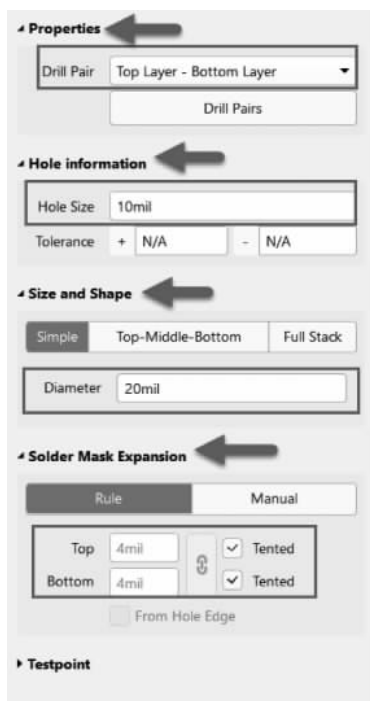

图 3-29 过孔属性编辑面板
(1) 执行菜单栏中“放置”→“过孔”命令,或者单击工具栏中的“放置过孔”按钮 , 光标变成十字形状并带有一个过孔图标。
(2) 将光标移到要放置过孔的位置,单击鼠标即可放置该过孔。
(3) 此时软件仍处于放置过孔状态,重复步骤(2)的操作即可放置其他过孔。
(4) 设置过孔属性。双击需要设置属性的过孔(或在放置状态下按 Tab 键),系统将弹出相应的过孔属性编辑面板,如图 3-29 所示。